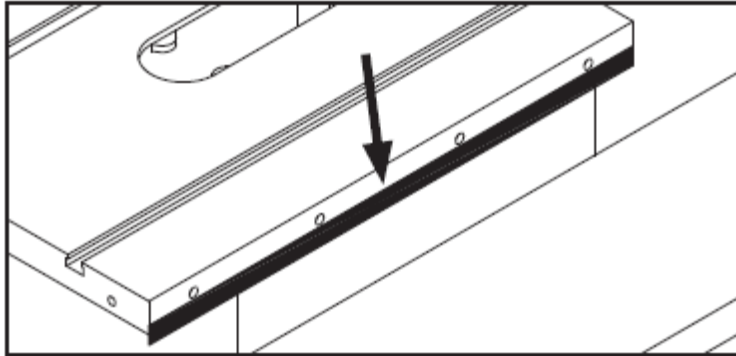

Рис. 13. Расположение клейкой ленты для поднятия расширительной консоли
- Если наружный конец расширительной консоли наклонён вниз, в качестве регулировочной прокладки для его поднятия следует использовать клейкую ленту по нижней кромке основного стола (см. рис. 13).